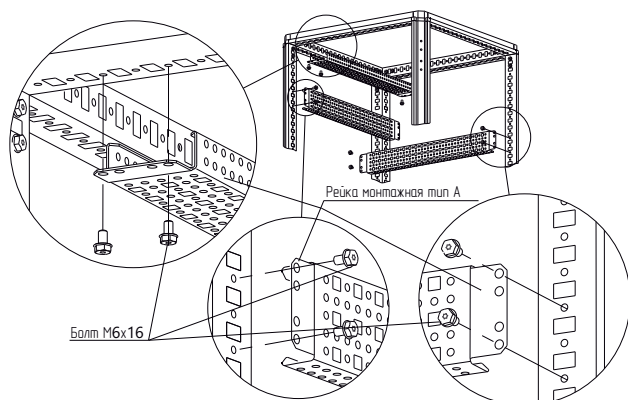

Рисунок 1
4.1.2 Приложить рейку монтажную тип А к стойкам каркаса на нужной высоте или к профилям крыши и закрепить самонарезающими болтами М6×16 (рисунок 1). Момент затяжки – 7 Н·м. Болты приобрести отдельно.